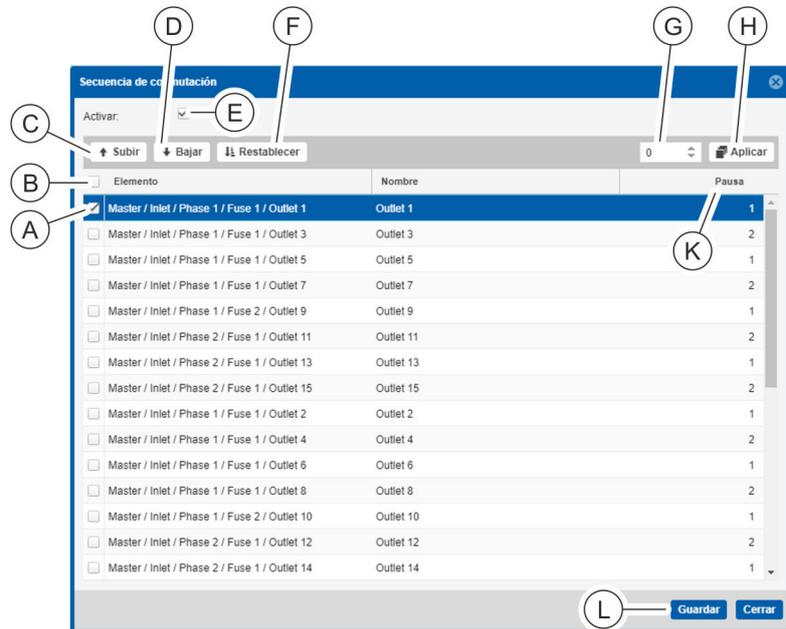

Fig. 145: Configurar secuencia de conmutación
1. ➤ A través del menú "Configuración" ➔ "Secuencia de conmutación" puede abrir la pantalla "Secuencia de conmutación" (Fig. 145).
2. ➤ En caso de necesidad, seleccione la casilla de verificación "Activar" para activar la secuencia de conmutación (Fig. 145/E).
3. ➤ Clasifique los sockets en el orden deseado. Para ello, seleccione cada uno de los sockets a través de la casilla de verificación (Fig. 145/Ⓐ) y muévalos con los botones "Arriba" (Fig. 145/Ⓒ) y "Abajo" (Fig. 145/Ⓓ) o mediante Arrastrar y soltar.
4. ➤ Si es necesario, defina un tiempo de espera para cada uno de los sockets que se inicie después de que se hayan conmutado los sockets. Para ello, seleccione un socket de la lista e introduzca el tiempo de espera deseado en segundos en el cuadro seleccionado de la columna Pausa (Fig. 145/Ⓚ).
5. ➤ En caso de selección múltiple, introduzca un tiempo de espera en segundos en el campo de entrada (Fig. 145/Ⓛ) y acéptelo utilizando el botón "Aplicar" (Fig. 145/Ⓜ).
- ⇒ El tiempo de espera ajustado se muestra en la columna "Pausa" (Fig. 145/Ⓚ).
6. ➤ Si es necesario, haga clic en el botón "Restablecer" (Fig. 145/Ⓨ) para reorganizar la lista de sockets y restablecer el tiempo de espera.
7. ➤ Guarde la configuración con el botón "Guardar" (Fig. 145/Ⓩ).